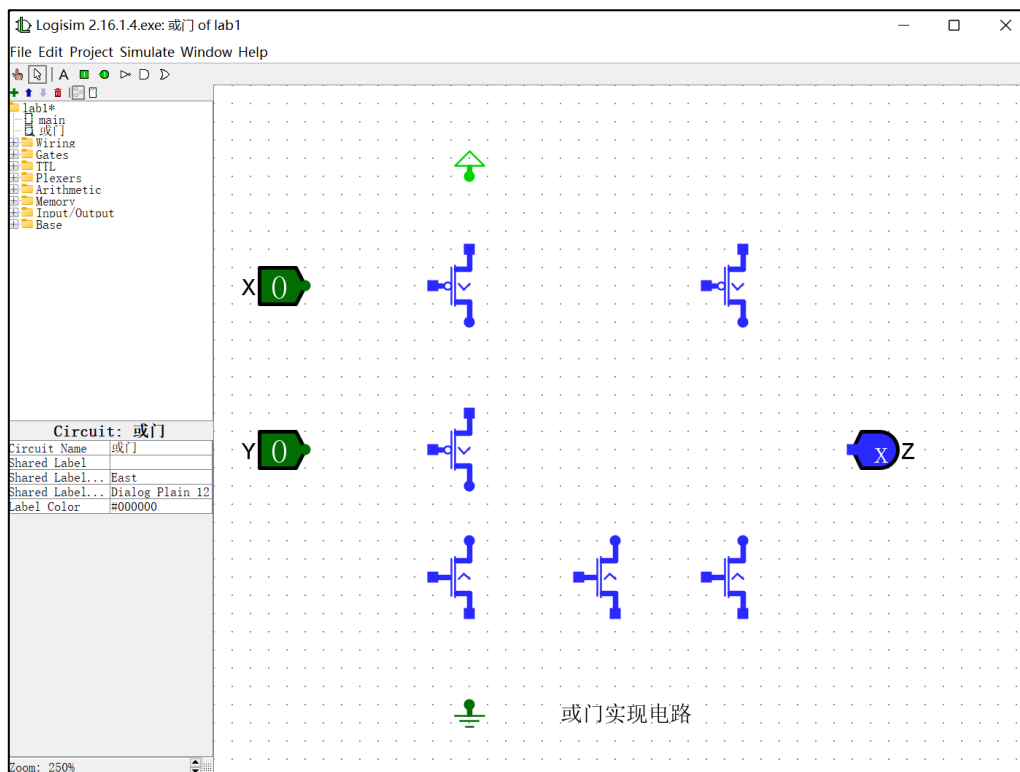

图 1.8 实现或门电路时的部件图
2) 添加晶体管。在 Logisim 的 project 菜单下，选中执行添加子电路功能 Add Circuit，或者直接在子电路工具栏中点击加号“+”按钮，输入子电路的名称为：或门。在工作区中放置晶体管，选择晶体管类型为：P-Type（PMOS 管），朝向选择为：South，复制粘贴该晶体管 2 次，并放置到合适的位置，并修改标号。类似添加 NMOS 晶体管 3 只，朝向选择为：North。添加输入引脚、输出引脚和电源、地线，如图 1.8 所示。注意 PMOS 管和 NMOS 管图形符号的区别。